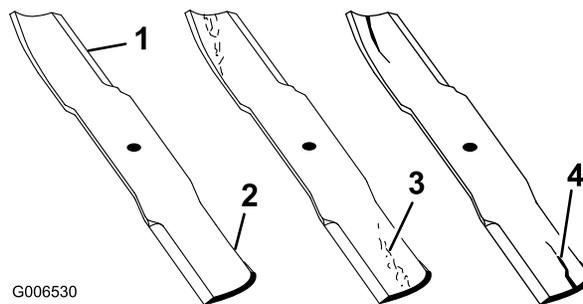

図 77
1. 刃先の部分を点検する 図 77。
4. ひび、磨耗、割れの発生などがあれば、直ちに新しいブレードに交換する 図 77。